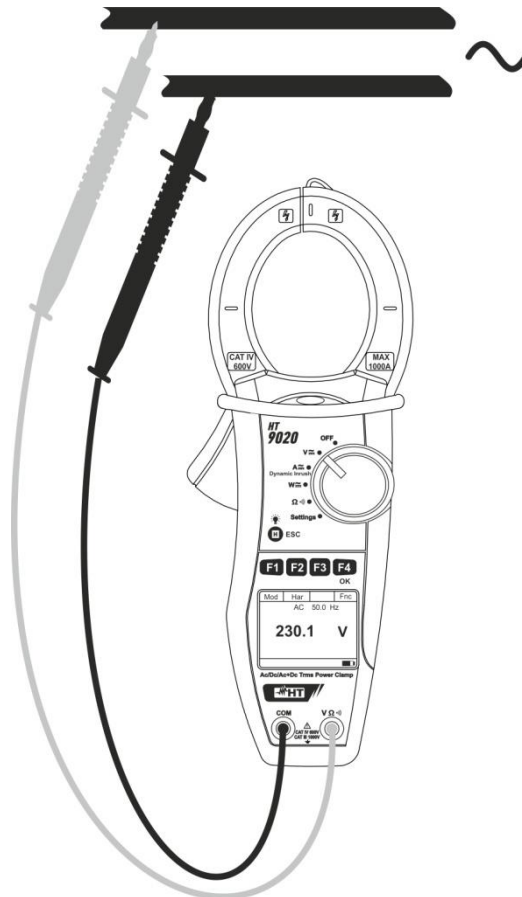

Fig. 6: Medição de Tensões CA+CC
4. Inserir o cabo vermelho no terminal de entrada **VΩ[~]**), o cabo preto no terminal de entrada **COM** e colocar as ponteiros nos pontos pretendidos do circuito em exame (ver Fig. 6)